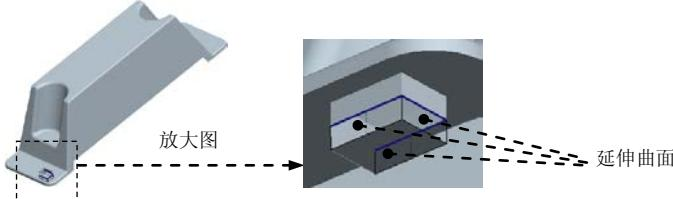

图 12.11 延伸曲面
- (5) 单击 **模具** 功能选项卡 **操作** ▾ 区域中的“复制”按钮 。
- (6) 单击 **模具** 功能选项卡 **操作** ▾ 区域中的“粘贴”按钮 ，系统弹出 **曲面：复制** 操控板。
- (7) 在 **曲面：复制** 操控板中单击  按钮。
Step5. 创建延伸曲面 1，填补图 12.11 所示坯料的表面。